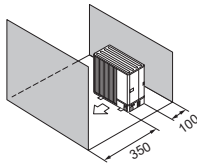

Fig. 2-10
- (5) Obstrucciones o superficies cerradas solo en las partes frontal y posterior (Fig. 2-10)